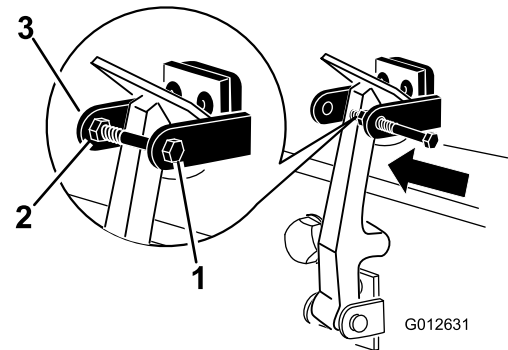

图 8
8. 将螺栓安装到机罩门锁支架的另一个臂将门锁锁定到位 (图 8)。拧紧螺栓但不要拧紧螺母。